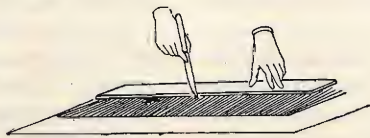

Fig. 1
2. Curva del rendimento di un circuito a cristallo secondo lo schema della fig. 1. Le ascisse rappresentano il numero di spire della derivazione.
3. Curve di sintonia ottenute con l'impiego del circuito di fig. 1. Le ascisse rappresentano la frequenza. La curva A è tracciata con derivazione alla 40ª spira, la B alla 30ª e la curva C alla 20ª.
Il circuito può essere quindi ricostruito come in fig. 3. Questo è equivalente a quello della fig. 1, con l'aggiunta della capacità antenna terra che nel primo non è segnata. L'aereo e la placca sono collegati fra le capacità aereo terra e la bobina. L'accoppiamento all'aereo e quello della reazione saranno perciò perfettamente eguali. Tale accoppiamento è parte induttivo e parte capacitativo. Esso si presenta perfettamente eguale a quello impiegato dal Loftin e Withe per ottenere un accoppiamento uniforme a tutte le frequenze della gamma. Infatti mentre la reattanza del condensatore diminuisce con la frequenza, quella dell'induttanza aumenta. L'accoppiamento sarà quindi capacitativo alle frequenze più basse della gamma, e sarà induttivo per quelle più elevate. Con valori della capacità scelti opportunamente si potrebbe infatti ottenere un accoppiamento costante su tutta la gamma. Ciò significherebbe poter far funzionare l'apparecchio al limite d'innesto su tutta la gamma ottenendo la massima amplificazione senza dover provvedere alla regolazione della reazione. Ma ciò non è possibile per una ragione: la capacità fra aereo e terra non si può scegliere arbitrariamente, ma dipende dalle caratteristiche dell'aereo; se le capacità non sono proporzionate giustamente l'accoppiamento non è costante. Sarà quindi necessario regolare la reazione almeno su una parte della gamma. Tale regolazione si effettuava nel circuito in questione mediante il reostato di accensione. Si potrebbe però anche effettuare con una capacità variabile inserita fra la placca e la bobina di sintonia, come in figura 4.
Per l'alimentazione in alternata si può usare un piccolo trasformatore da campanelli e la resistenza di griglia R1 va collegata nel circuito di fig. 1 alla massa, e così pure il catodo. Per l'alimentazione anodica si potrà usare un tipo di alimentatore qualsiasi che sia capace di dare una trentina di volta con una corrente di circa 4 o 5 mA. Tali alimentatori, che possono impiegare anche un triodo in luogo della raddrizzatrice, sono stati descritti ripetutamente sulla Rivista e sono già noti ai nostri lettori. Qualora si facesse seguire uno o due stadi di bassa frequenza l'alimentatore di questo tipo non sarebbe più sufficiente e converrebbe ricorrere ad un alimentatore normale che possa dare almeno una quarantina di millampère e una tensione di 200 volta.
Fra i circuiti esaminati quello della fig. 1 presenta forse il maggior interesse per il dilettante e potrebbe essere impiegato ancor oggi con buon successo, specialmente quando si volesse passare con facilità da una gamma all'altra senza eccessive complicazioni del montaggio. Alimentato in alternata con un sistema di alimentazione regolare con impiego di una valvola raddrizzatrice normale e con uno stadio di bassa frequenza contentodo, un apparecchio può dare ottimi risultati. È pure necessario prestare la massima attenzione al regolare funzionamento della reazione che va usata con precauzione per non recare disturbi.